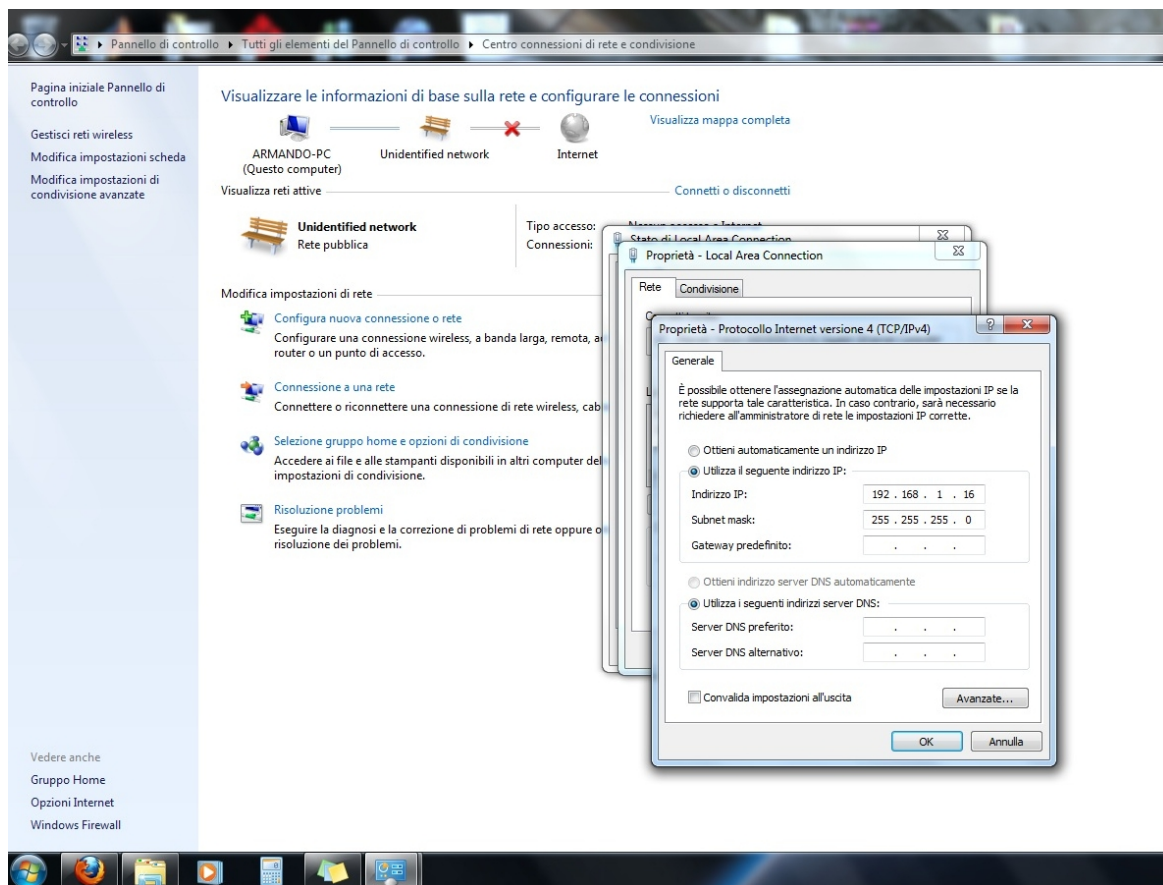

Figura 2: Impostazione della rete tra portatile e Hub.
2. sul proprio portatile, con riferimento alla Figura 2, immettere l'indirizzo IP quando richiesto:
- sul portatile è necessario immettere (come evidenziato in Figura 2) l'indirizzo IP escluse le ultime tre cifre che dovranno rappresentare un numero inferiore 230.